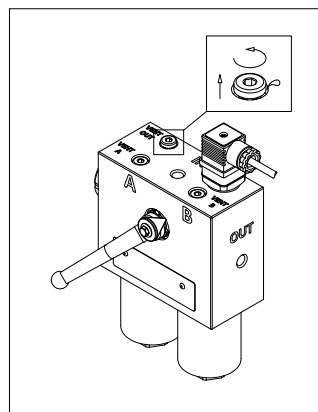

fig. 29
- (Fig. 29) Far fuoriuscire l'aria dall'impianto attraverso il tappo "Vent OUT" allentato di un giro al massimo, finché il fluido di lavoro non inizia a trafilare